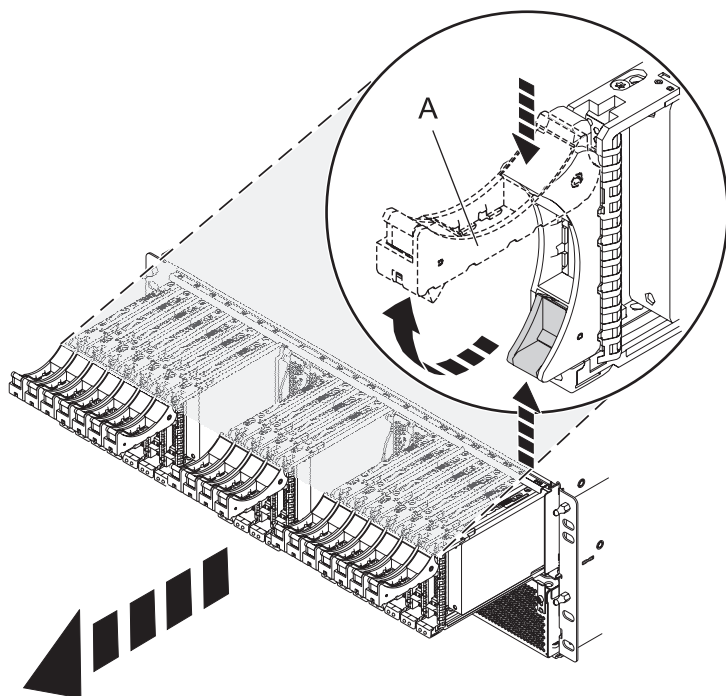

Figura 94. Extracció de les unitats de la placa posterior
4. Traieu les unitats i els panells de rebliment tal com es mostra a la Figura 94 a la pàgina 138.
- a. Feu pressió sobre el pestell de la unitat i tibeu de la nansa (A) cap a vosaltres per alliberar la unitat.